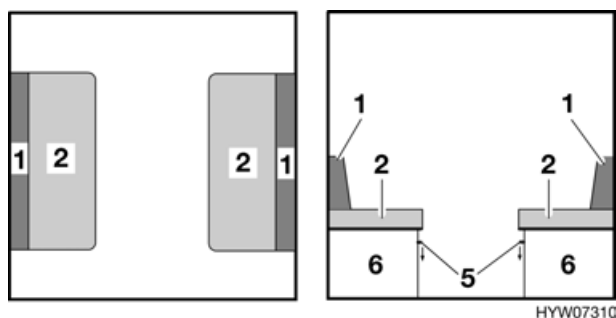

Fig. 30 Durante la trasformazione
- Premere il dispositivo di bloccaggio (Fig. 30,5) dei divani verso il basso.